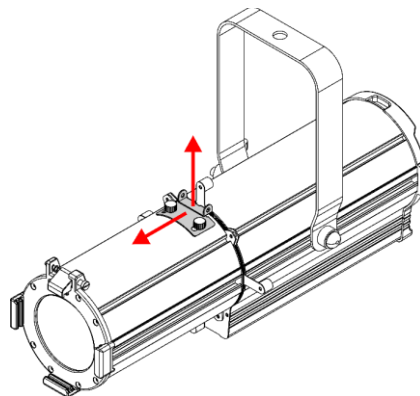

Fig. 11
- 02) Far scorrere la **piastra di copertura della fessura gobo (10)** verso la **lente (05)** (vedere Fig. 11).